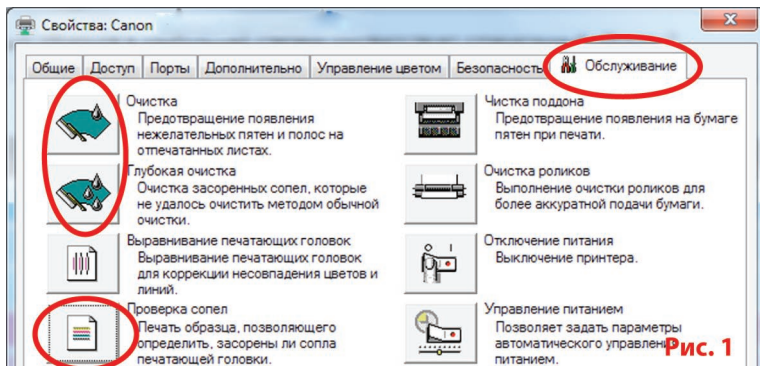

Рис. 1
1.2. Напечатайте тест проверки дюз для оценки работоспособности принтера. Для этого вызовите диалоговое окно настройки печати принтера: в Windows нажмите, «Пуск» > «Панель управления» > «Принтеры и факсы» > нажимаем правой кнопкой мыши на нужном принтере (МФУ) > в контекстном меню выбираем «Настройка печати» > в открывшемся окне (Рис. 1) выбираем вкладку «Обслуживание» > нажимаем кнопку «Проверка сопел».
Если тест дюз дал положительный результат переходите к установке СНПЧ. Результат отрицательный, выполните рекомендации по очистке печатающей головки программными средствами принтера (Рис. 1) Вкладка «Сервис», кнопки «Очистка», «Глубокая очистка», если это не дает положительного результата замените дефектный картридж на новый.